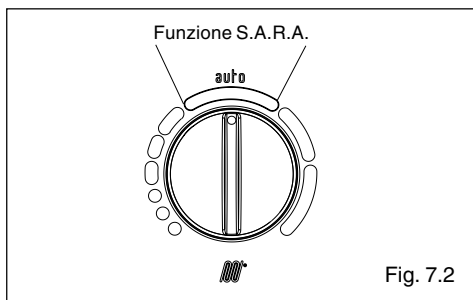

Fig. 7.2
- **Lampeggia verde** con frequenza **veloce**, ingresso/uscita funzione S.A.R.A. (Sistema Automatico Regolazione Ambiente). Posizionando il selettore temperatura acqua riscaldamento nella zona evidenziata in fig. 7.2 - valore di temperatura da 55 a 65°C - si attiva il sistema di autoregolazione S.A.R.A.: la caldaia varia la temperatura di mandata in funzione del segnale di chiusura del termostato ambiente.